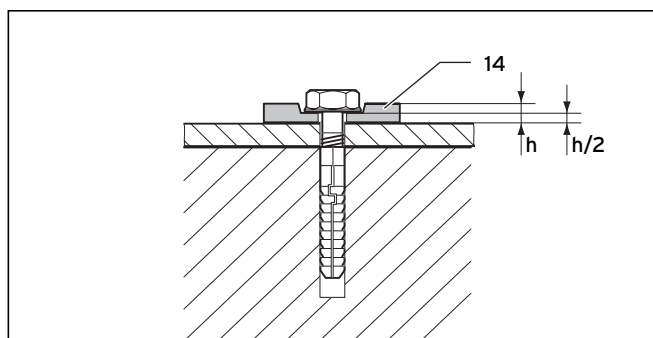

Fig. 6.28 Fixarea cu șaibe flexibile
Folosiți neapărat 4 șaibe flexibile (14), pentru a contrabalansa dilatarea materialului. Presați șaibele cu 50 %, vezi Fig. 6.28.